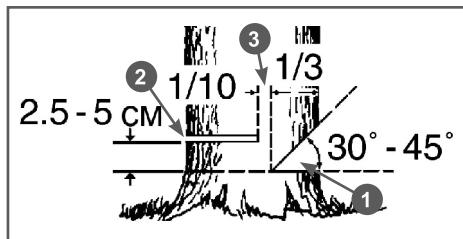

Рис. 11 Расположение запила, пропила и недопила
- Начните пилить с той стороны дерева, куда оно должно упасть (Рис. 11). Сделайте запил 1 с той стороны, куда должно упасть дерево, глубиной примерно 1/3 диаметра ствола и под углом от 30 до 45 градусов (Рис. 11).
Ни в коем случае не допиливать до конца недопил 3 (Рис. 11), так как при этом невозможно контролировать направление падения дерева.
- Сделайте основной валочный пропил 2 с противоположной стороны, выше основания запила на 2,5-5 см. Между основным пропилом и запилом должно оставаться недопил 3 примерно 1/10 диаметра ствола. Вставьте своевременно клин в пропил. Недопил 3 действует как шарнир и позволяет контролировать падение дерева (Рис. 11).